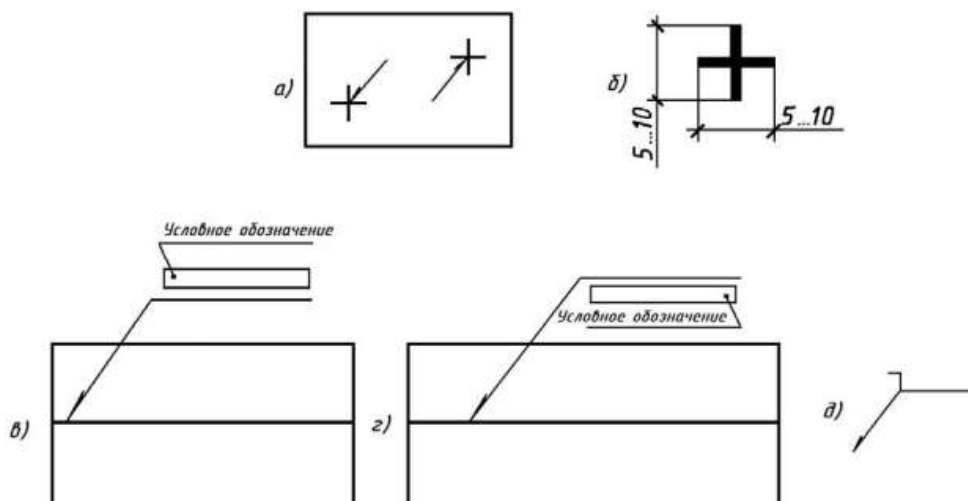

Рис.100. Графическое обозначение сварных швов:
- видимый – сплошной основной линией, рис.100;
- невидимый – штриховой линией, рис. 100.
- под полкой линии-выноски, проведенной от изображения шва с обратной стороны (рис. 100б). При этом предпочтительно линию-выноску проводить от изображения видимого шва.
Линия-выноска, проведенная от изображения шва или одиночной сварной точки, всегда заканчивается односторонней стрелкой (рис. 100).